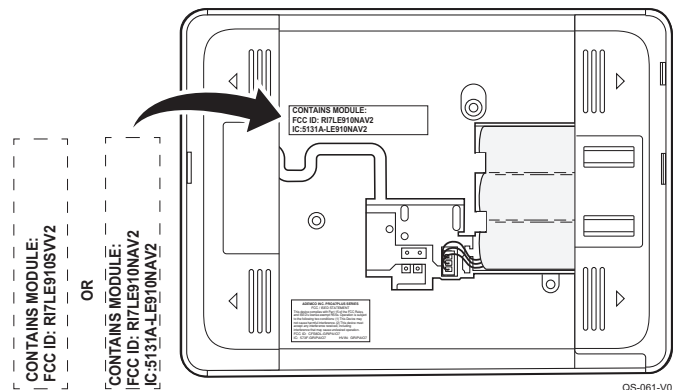

Figura 1. Ubicación de la etiqueta FCC
1. Fije la etiqueta FCC proporcionada (P/N 800-24257V1 para el PROLTE-A, 800-24256V1 para el PROLTE-V) en la parte posterior de la carcasa del control (consulte la Figura 1).